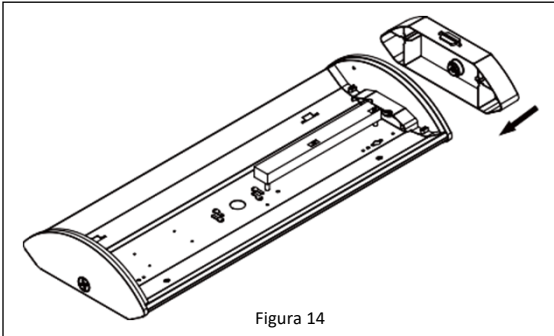

Figura 14
2. Alinea la tapa del extremo del sensor con la tapa del extremo del equipo y pasa los cables desde la tapa del extremo del sensor al equipo. **Ver Figura 14.**